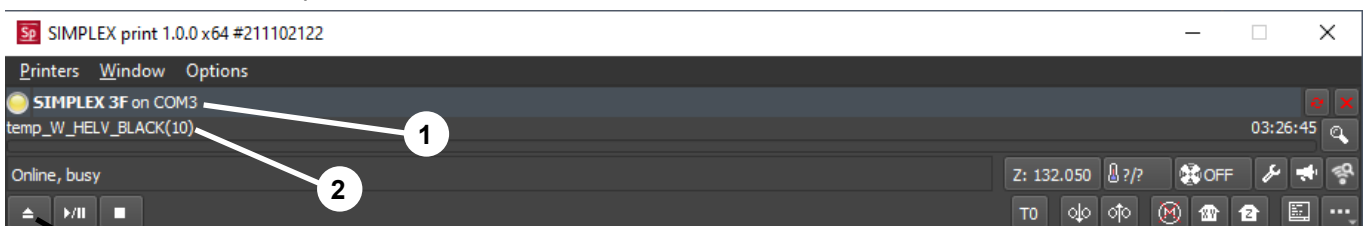

Fig. 67
- ◆ La SIMPLEX est affichée dans la barre d'état (1, Fig. 67)
- ⇒ Sélectionnez et chargez le G-code en cliquant sur la touche de chargement (3, Fig. 67).
- ◆ Le nom de fichier correspondant s'affiche dans la barre d'état (2, Fig. 67).